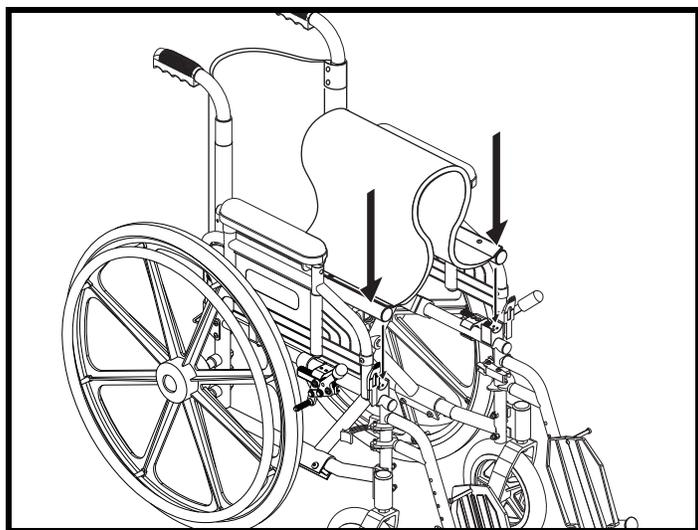

Figure 8. Pour ouvrir le Stylus LS
2. Placez vos paumes de mains sur les longerons de la croix. Voir la figure 8.